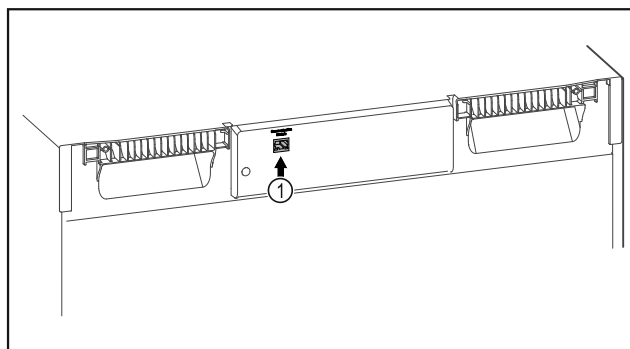

Fig. 95
- SmartModule Fig. 95 (1) on sisse pandud.